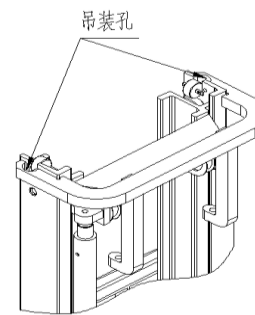

Figura 2-27
- (1) La figura 2-27 muestra el sistema de elevación.